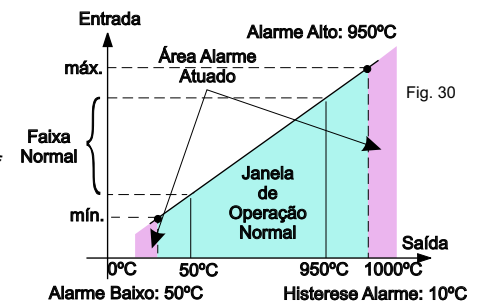

Fig. 30
- Agora nos campo **High Alarm** e **Low Alarm** digite os valores de alarme, que em nosso caso é de 50 a 950°C, veja o gráfico ao lado (fig. 30)